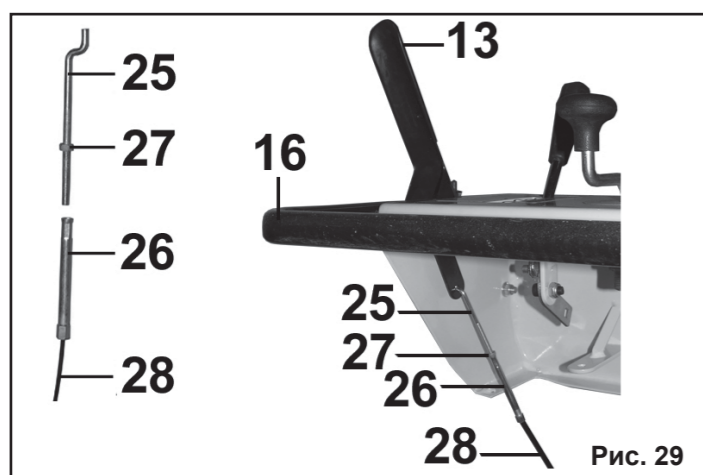

Рис. 29
**9.6. Проверка натяжения тросиков привода шнека и колес / гусениц (Рис.29).**
**9.7. Регулировка тросиков привода (Рис.29).**